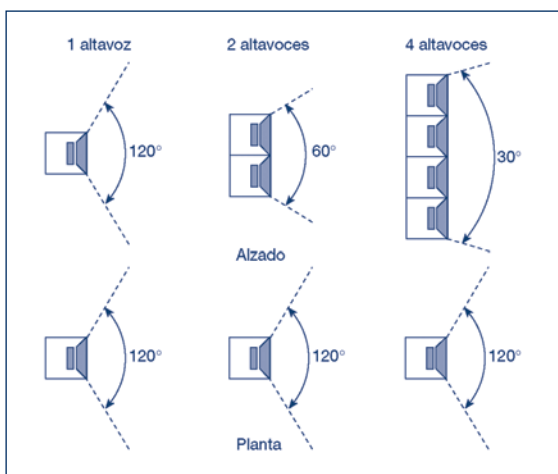

Fig. 1.43. Columnas de altavoces
- a) **Columna acústica.** Cuando colocamos altavoces en columna, el ángulo de cobertura horizontal es similar al de un solo altavoz, pero el ángulo de cobertura vertical se reduce a la mitad cada vez que doblamos el número de altavoces apilados, consiguiendo así una excelente direccionalidad. Esta combinación de altavoces tiene una gran aplicación para evitar reflexiones del sonido en el techo o el suelo de una estancia, lo que permite obtener un mayor alcance antes que la reverberación enmascare el sonido. Cuando se construyen columnas de altavoces hay que procurar que el centro acústico de todos ellos esté perfectamente alineado con el plano vertical, y que los conos de los distintos altavoces estén próximos (Fig. 1.43).